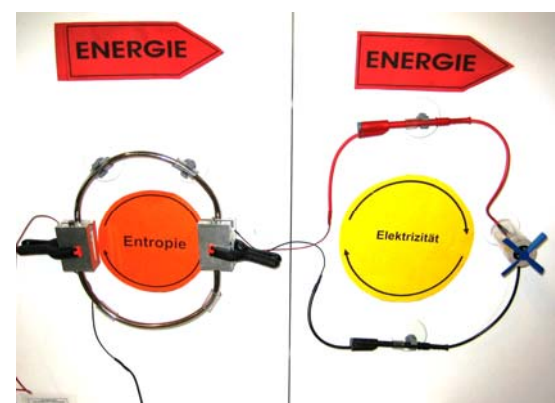

Abb. 3: thermischer Energie-Träger-Stromkreis
- Beim vorhandenen Energie-Träger-Stromkreis (108.0700) wird der hydraulische Stromkreis (Pumpe, Wassergenerator, Schläuche) (Abb.2) entfernt und durch das Modul „thermischer Energie-Träger-Stromkreis“ (108.0703) ersetzt (Abb. 3).
Der thermische Energie-Träger-Stromkreis (Abb. 3) wird so lange betrieben, bis sich der Propeller deutlich zu drehen beginnt. Das Drehen des Propellers zeigt an, dass dort Energie ankommt. Die Energie kann nur vom ersten Peltierelement kommen, das wiederum von einem Netzgerät, bzw. einem Handgenerator angetrieben wird. Somit ist der **Weg des Energiestroms** identifiziert: vom Netzgerät bzw. Handgenerator zum 1. Peltierelement, zum 2. Peltierelement, zum „Lüfter“. Damit die Energie dauerhaft vom ersten zum zweiten Peltierelement strömen kann, müssen beide Peltierelemente durch zwei „Leitungen“ miteinander verbunden